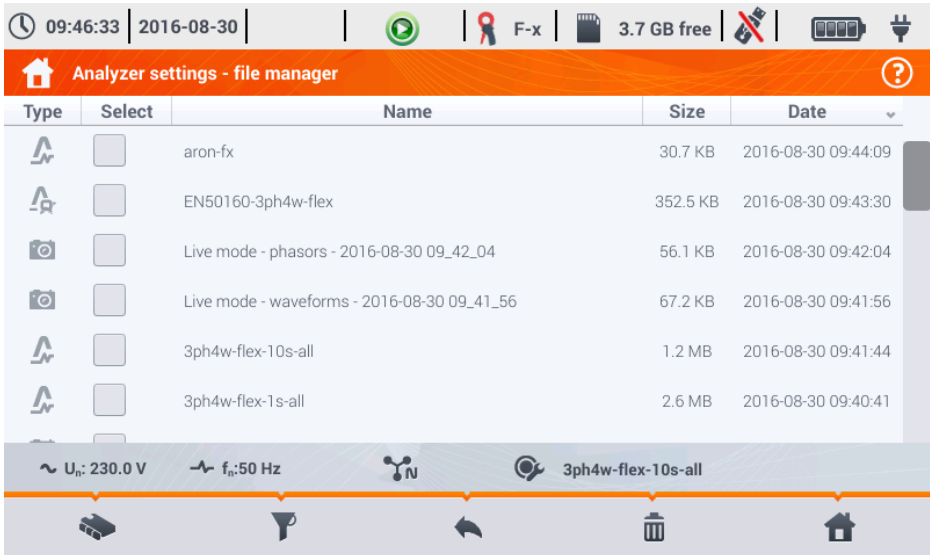

Abb. 18. Analysator Einstellungen - Dateimanager
- **FILES (DATEIEN)** – In dieser Ansicht kann der Benutzer die abgespeicherten Daten im Speicher zur Ansicht aufrufen oder bearbeiten. Die Darstellung der Ansicht ist in Abb. 18 abgebildet.